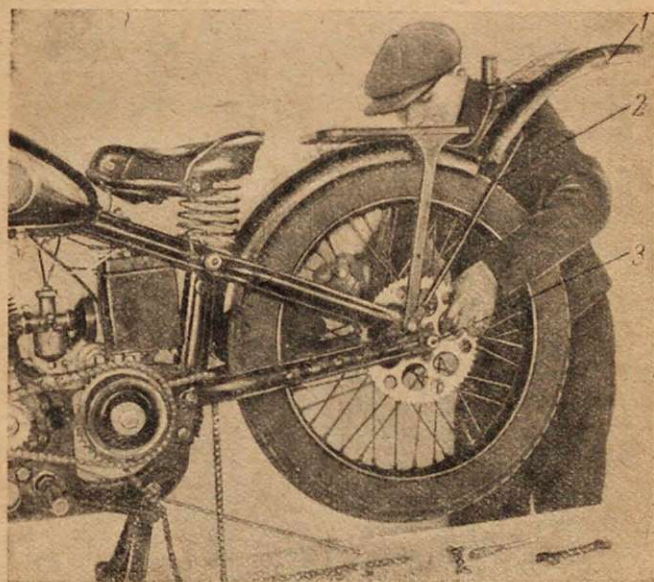

Рис. 26.
Чтобы снять заднее колесо, нужно отпустить барашки бугеля (1) (рис. 26), отвести бугель (2) вниз, поднять откидную часть заднего